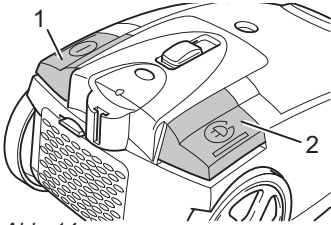

Abb. 14
1. Schalten Sie den Bodenstaubsauger am Ein-/Aus-Schalter (Abb. 14/1) aus und ziehen Sie den Stecker aus der Steckdose.
3. Drücken Sie die Kabelaufrolltaste (Abb. 14/2), um das Stromkabel einzuziehen.